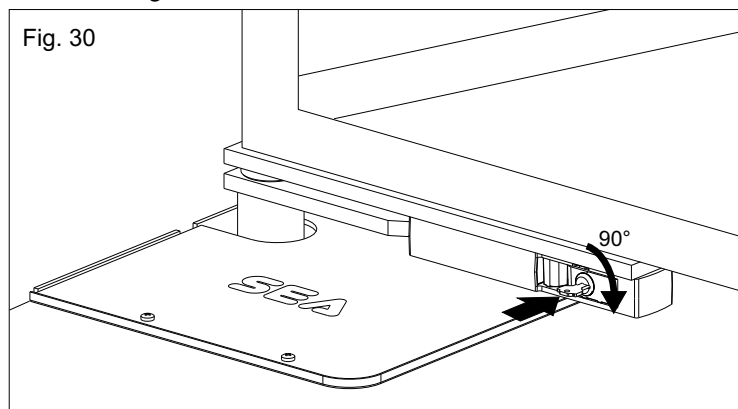

Fig. 30
- Insérer la clef fournie dans la serrure et tourner la de 90° dans le sens des aiguilles d'une montre (Fig. 30).